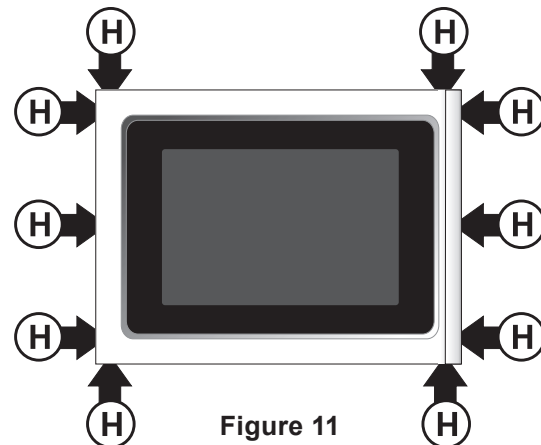

Figure 11
- 6.3.1. De chaque côté de la porte, sous le panneau de verre, enlevez les 3 vis retenant l'assemblé panneau de verre et poignée à la partie interne de la porte. Enlevez aussi les 4 vis situées sur la partie inférieure et supérieure de la porte de façon à pouvoir enlever l'assemblé panneau de verre et poignée de la partie interne de la porte (Voir H, Figure 11 (10 vis en tout)).
- 6.3.14. Fixez l'assemblé panneau de verre et poignée à l'aide des 10 vis enlevées à l'étape 6.31 (Voir **H**, la figure 11).